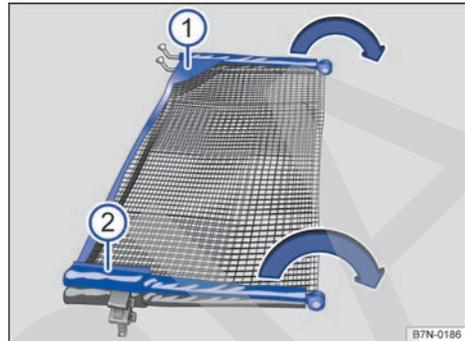

Fig. 203 Desplegar la red de separación.
Despliegue las varillas transversales → **fig. 203** ① y ② de la red en el sentido de las flechas hasta que se oiga un "clic". ▶